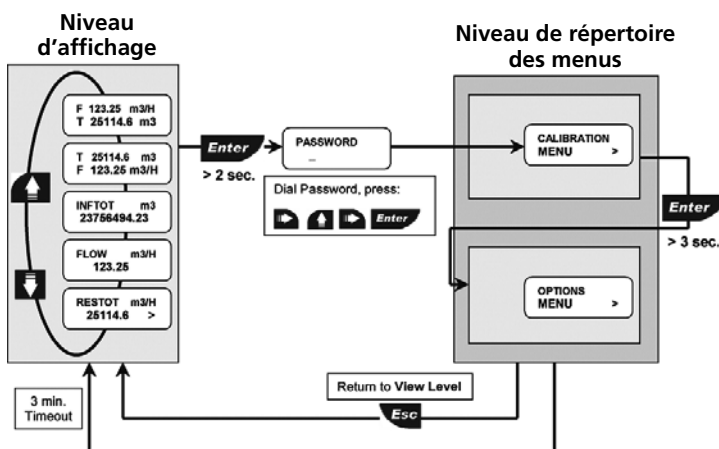

Figure 14 – Accès protégé par mot de passe
- Appuyer sur la touche fléchée À DROITE pour réinitialiser. En cas de verrouillage, saisir d'abord le mot de passe. Verrouiller ou déverrouiller le total réinitialisable dans le menu Option (voir la Figure 14 pour les détails concernant le mot de passe)
Voir Figure 14.